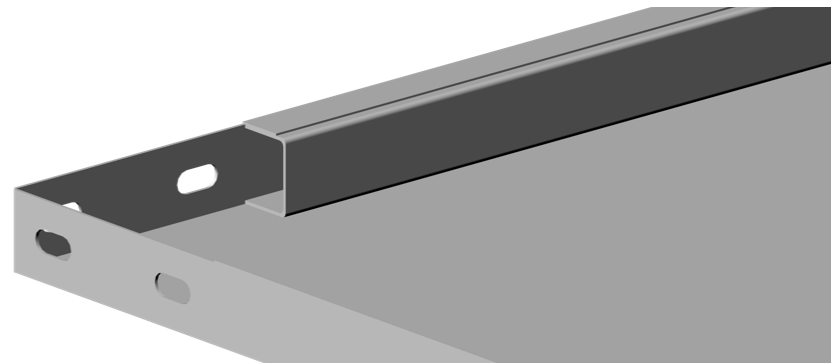

Рис. 6
1. Устанавливаются усилители полок в полки (поставляются по запросу заказчика) (рис. 6).